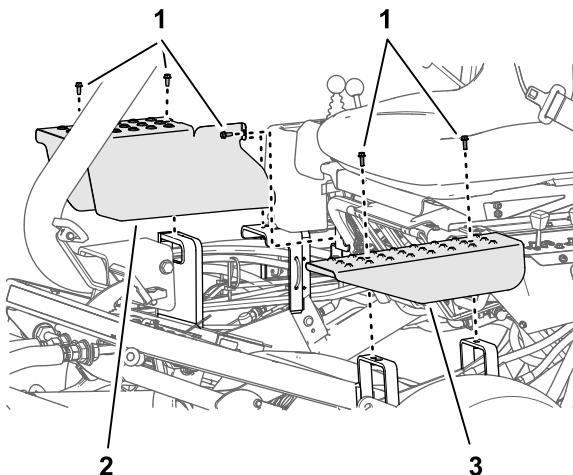

Bild 51
2. Entfernen Sie die Schrauben, mit denen die Abdeckplatte des Hubzylinders befestigt ist, die Sie von den Stützhalterungen des Chassis einstellen (Bild 51).